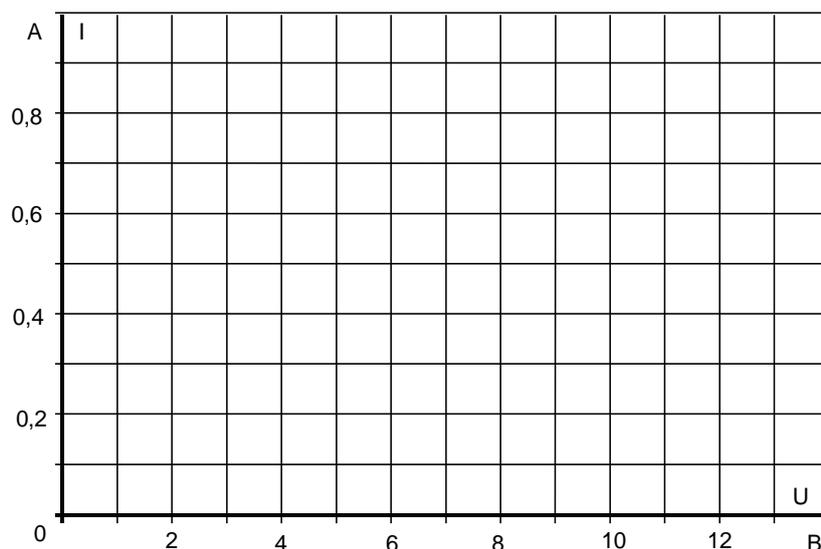

Рисунок 5.3 – График $I = f(U)$ при $P=2$ Вт
3. Каких величин ток и напряжение создают потери мощности 2 Вт в резисторе 20 Ом? Определите эти величины по графику (рис. 5.3), построив кривую $I = f(U)$ данного резистора?